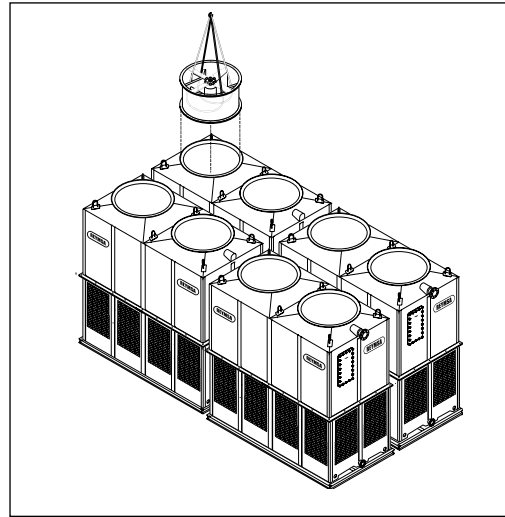

Figura A-80: Instalación del ducto en una torre modular (RTM-D-L o RTPM-D-L)
- H. Identifique cada ducto, están marcados con un número en el interior del borde inferior. Para que la instalación sea correcta, este número debe coincidir con el número en el cabezal de distribución de agua del cuerpo correspondiente. Ahora coloque el ducto del ventilador #1 en la brida receptora de la sección superior #1 (ver Figura A-80). Asegúrese de que los agujeros del ducto y la brida estén alineados. Atornille y asegúrelos con los tornillos de acero inoxidable suministrados por REYMSA.